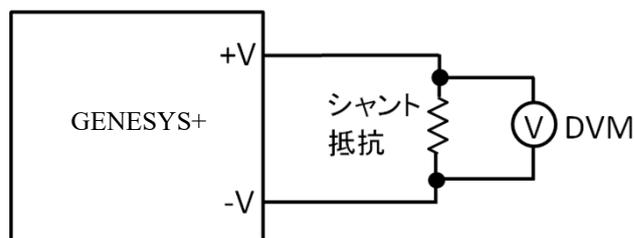

図4-50 DVMの接続図(CC動作確認の場合)
2. 図4-50のように電流測定用のシャント抵抗を出力端子間に接続してください。
3. 図4-50のようにDVM(電圧計)をDCシャント抵抗に接続してください。